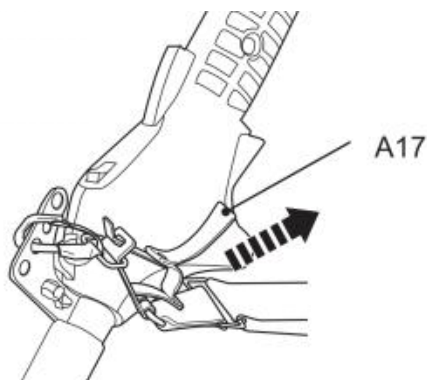

Fig. 34
5. En cas d'urgence, tenez la poignée avant (A27) avec la main gauche et utilisez la main droite pour tirer la corde (A17) (Fig. 34). La barre de verrouillage métallique se détachera automatiquement du clip de fixation en raison du poids du produit.